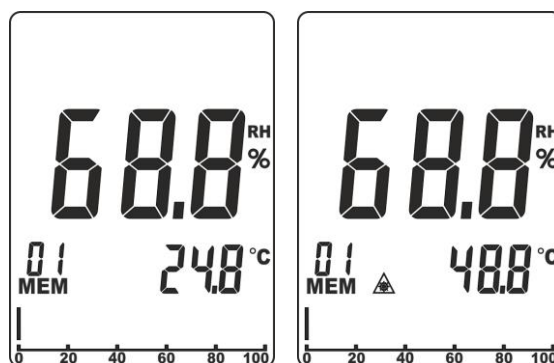

Fig. 10: Medição da Temperatura por infravermelhos (IRT)
3. A temperatura do ar é apresentada no display secundário (ver Fig. 10 – parte esquerda).
4. Premir o botão **IRT/▲** para ativar a medição IRT. O apontador laser ativa-se durante uns instantes e o símbolo “▲” é apresentado no display até que termine a medição. O valor da temperatura IRT é apresentado no display secundário durante cerca de 15s (ver Fig. 10 – parte direita) e, de seguida, o instrumento volta automaticamente para a medição da temperatura do ar.